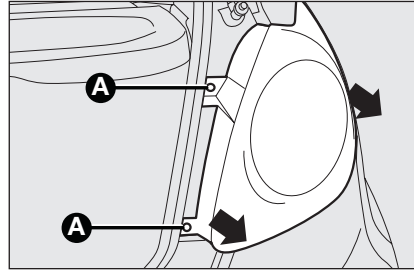

fig. 19
- ☐ dévissez les deux vis de fixation **A-fig. 19** et enlevez le bloc optique axialement sans le tourner;